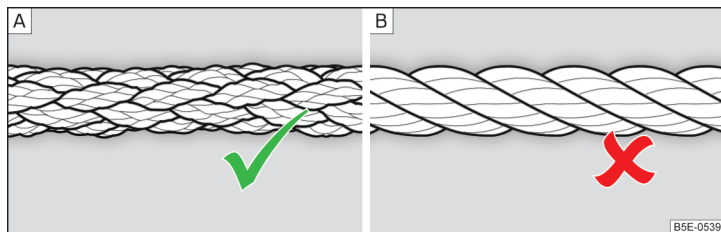

Abb. 251 Geflochtenes Abschleppseil / Gewundenes Abschleppseil
Zum Abschleppen mittels eines Abschleppseils nur ein geflochtenes Kunstfaserseil » Abb. 251 - [A] verwenden » !.
- Zum Abschleppen ist kein gewundenes Abschleppseil zu verwenden » Abb. 251 - [B], die Abschleppöse könnte sich am Fahrzeug herausdrehen - es besteht Unfallgefahr.